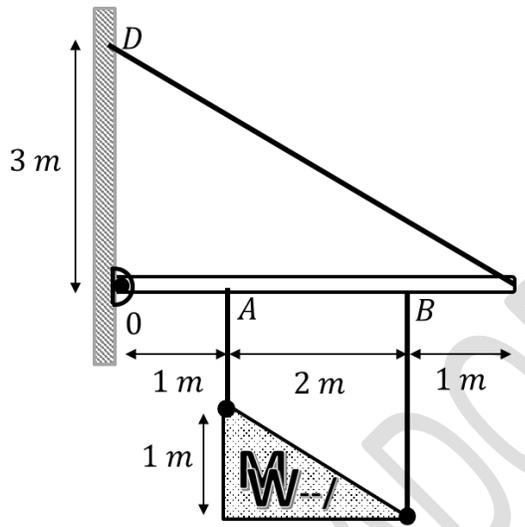

Fig. 4.20.
4.10.- Una barra de 3 (kg) y largo 4 (m) se mantiene en equilibrio por medio de un pasador O y una cuerda. Un letrero de 4 kg cuelga de la barra tal como lo indica la Fig. 4.20. Calcular: